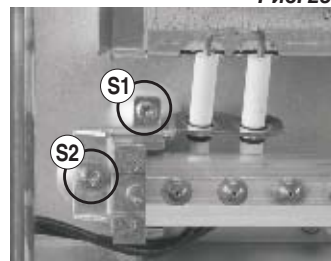

Рис. 26
- Открутите с каждой стороны винты (S1), закрепляющие зажигающий электрод и электрод заземления – см.рис. 26.
- Открутите с каждой стороны винты (S2) консоли горелки и снимите консоль (рис. 26).